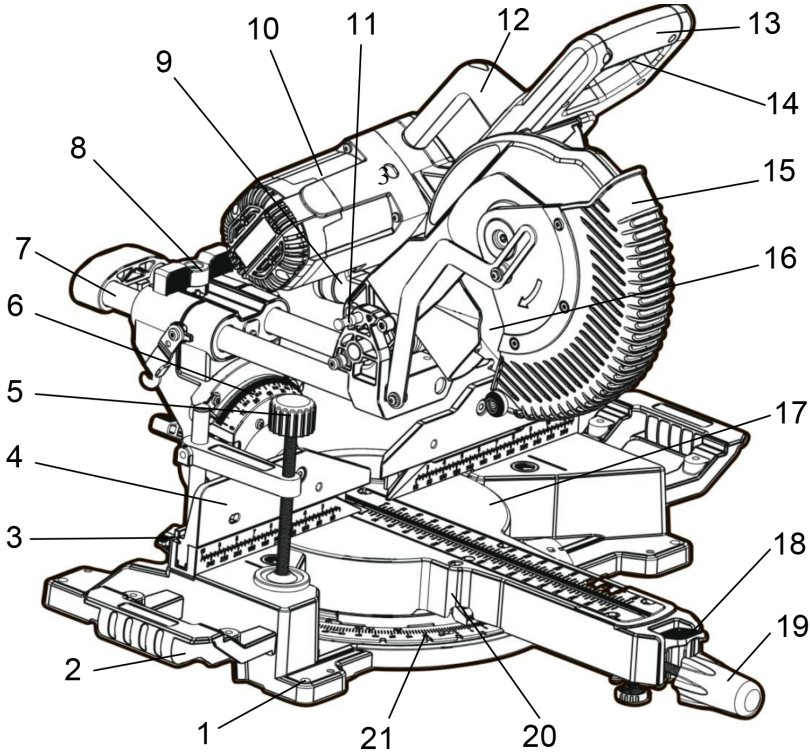

Рис. 1
Для регулювання вилету фронтального упора (4) послабте шруба регулювання фронтального упора (3) (Рис. 1). Усталюйте упор у потрібне становище і зафіксуйте з допомогою шруби (3).